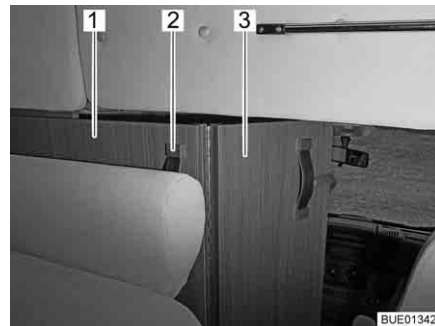

Bild 49 Fahrerhausabtrennung
- Fahrerhausabtrennung (Bild 49,1) am Griffband (Bild 49,2) fassen und so weit nach innen ziehen, bis sich die Kante der Fahrerhausabtrennung etwa auf Höhe der Rückenlehne der Sitzbank befindet (Bild 49).
- Den klappbaren Teil der Fahrerhausabtrennung (Bild 49,3) zwischen den Sitzen des Fahrerhauses ausklappen.